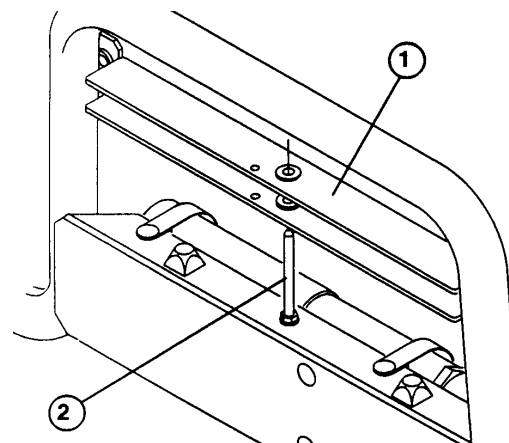

Fig. 10
- B. Fjern ladets sikkerhedsstiver fra opbevaringstappen ovenpå den bageste støttekanal på Workman'en (Fig. 10).